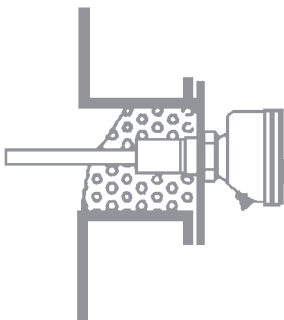

Abb. 2
3. Montieren Sie Solitel niemals so in einen Stutzen, daß der vibrierende Teil des Gerätes durch Schüttgut blockiert werden kann. Wenn das Gerät vollkommen blockiert ist, erfolgt keine Signalgebung. **Siehe Abb. 2**